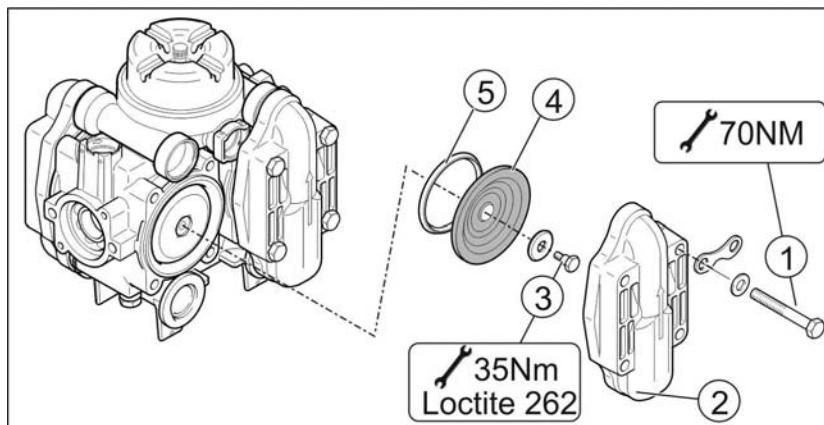

Рис. 195
2. Выверните болты (Рис. 195/1).
3. Снимите крышку клапана (Рис. 195/2).
4. Проверьте поршневую мембрану (Рис. 195/4) и клиновое кольцо (Рис. 195/5).
1. Ослабьте винт (Рис. 195/3) и снимите с поршня поршневую мембрану (Рис. 195/4) вместе с удерживающей шайбой.